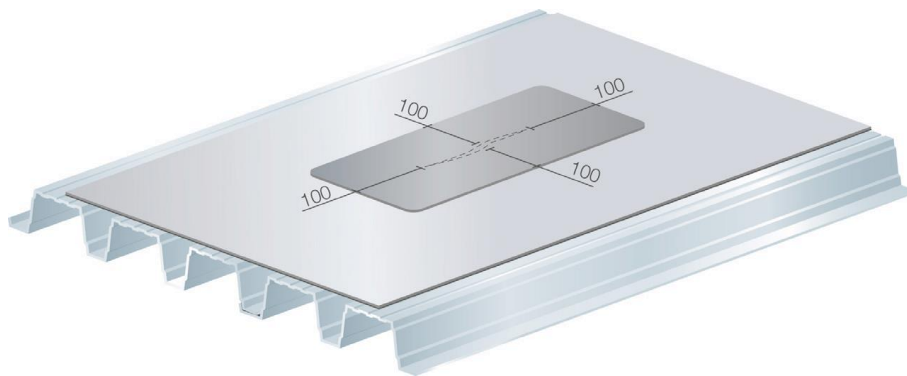

Abbildung 9
- Die Lösungsmittel trocknen lassen und eine Schicht des SA-19 Primers auf die beschädigte Stelle aufbringen. Ein neues Stück der V-Gard Dampfsperre mit einer Überlappung von mindestens 100mm an allen Seiten der Reparaturstelle verlegen (Abbildung 9).